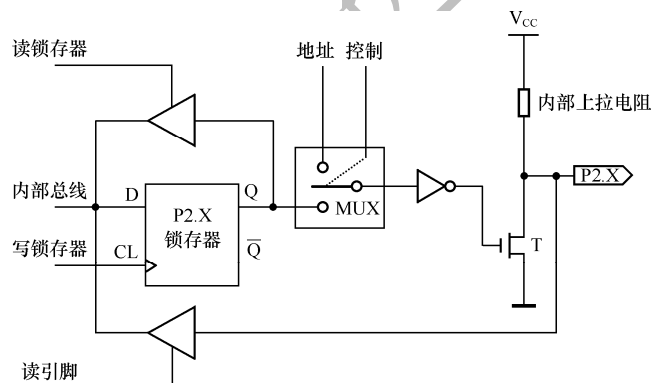

图 1.9 P2 端口的位结构
- P2 端口：P2 端口的位结构如图 1.9 所示，电路结构与 P0 端口相似，但内部有 30kΩ 上拉电阻，执行输出功能时不必连接外部上拉电阻；每个引脚可以驱动 4 个 LS 型 TTL 负载；若要执行输入功能，必须先输出高电平方能读取该端口所连接的外部数据；若系统连接外部存储器的地址线超过 8 条时，则 P2 端口可作地址总线（A15~A8）引脚。